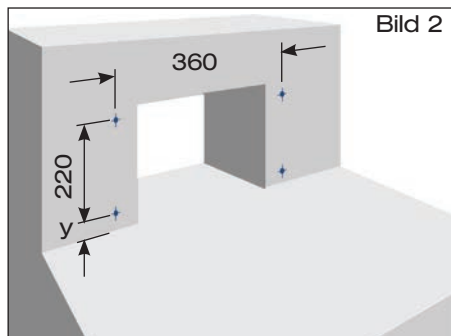

Bild 2
- 1.2 Bohrungen \varnothing 10 mm für Schiebeflansch erstellen (Bild 2).